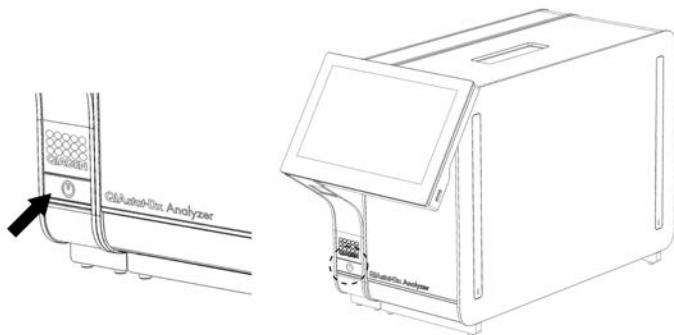

Figura 22. Uso del botón ON/OFF (Encendido/apagado) para iniciar el instrumento.
1. Pulse el botón ON/OFF (Encendido/apagado) situado en la parte delantera del QIAstat-Dx Analyzer 1.0 para poner en funcionamiento la unidad (figura 22).